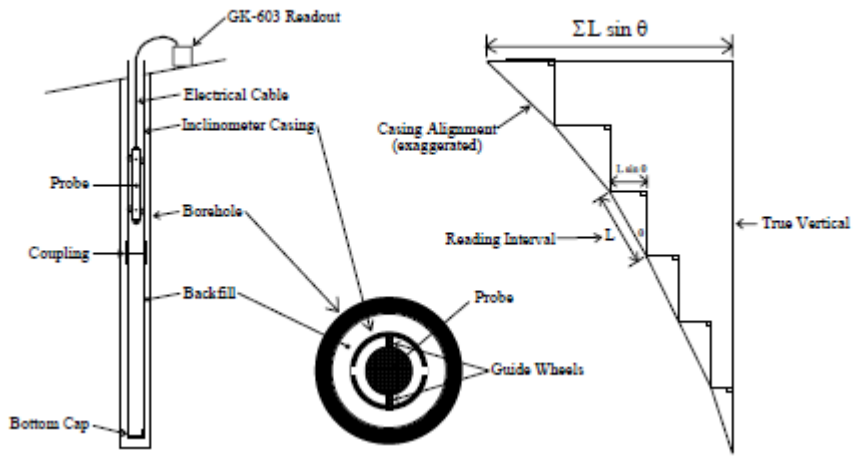

Figura 1.1-3 Descripción de las mediciones del Inclinómetro
Las inspecciones posteriores de la tubería guía, cuando se comparan con las mediciones originales, revelarán los cambios de inclinación de la tubería y los lugares en los que se están efectuando estos cambios. Un análisis del cambio de inclinación se lleva a cabo mejor calculando la compensación horizontal de las ruedas superiores con relación a las inferiores que ha producido la inclinación θ sobre el intervalo de lectura (L) del estudio (usualmente las ruedas base de la sonda, 2 pies para sistemas Ingleses, .5 metros para sistemas Métricos). En cada posición del inclinómetro las dos lecturas tomadas en cada eje (A+, A- y B+, B-) se restan dejando una medida de $\text{sen}\theta$. Este valor se multiplica por el intervalo de lectura (L) y el factor apropiado para producir la deflexión horizontal en unidades de ingeniería (pulgadas para sistema inglés, centímetros o milímetros para métrico). En el Apéndice E hay una lista de las fórmulas de reducción de datos. Ver la Figura 1.1-3.